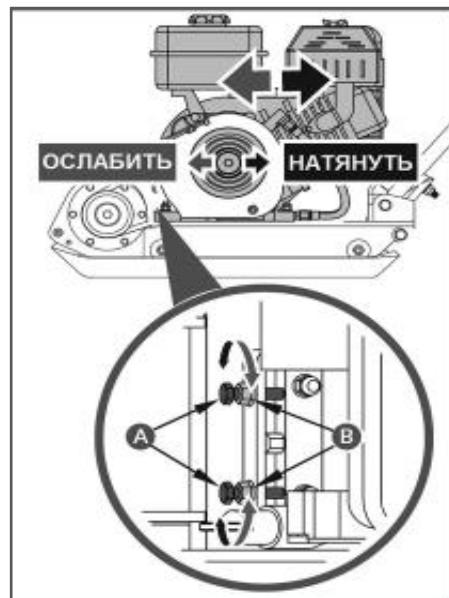

Рис. 30 Регулировка натяжения ремня Т-50
4. При необходимости, произведите регулировку натяжения ремней. Регулировка натяжения ремней осуществляется: для натяжения ремней – перемещением двигателя от вибратора; для ослабления ремней – перемещением двигателя к вибратору. Для ослабления или натяжения ремня на виброплите T-50: — ослабьте затяжку болтов и гаек крепления двигателя к раме; — для натяжения ремня закрутите гайку тяги натяжного устройства (Рис. 30); — для ослабления ремня открутите гайку тяги натяжного устройства и сдвиньте двигатель к вибратору (Рис. 30).